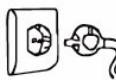
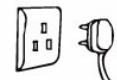

Fig1
Fig2
1. Ustaw pokrętło mocy (rys. 1) oraz temperatury (rys. 2) na pozycję [0] - wyłączony